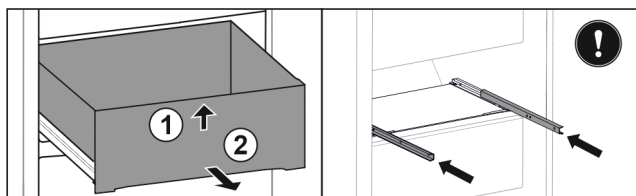

Fig. 36 \*
- ▶ Zásuvku nadzvedněte vpředu Fig. 36 (1)\*.
- ▶ Odeberte směrem dopředu Fig. 36 (2)\*.